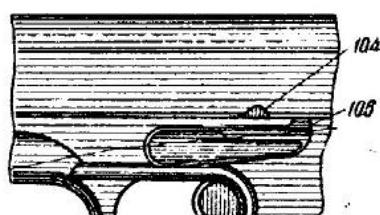

Рис. 34
- Износ стенки выемки на затворе (104 на рис. 34).
- Износ заднего конца затворной задержки (105 на рис. 34).